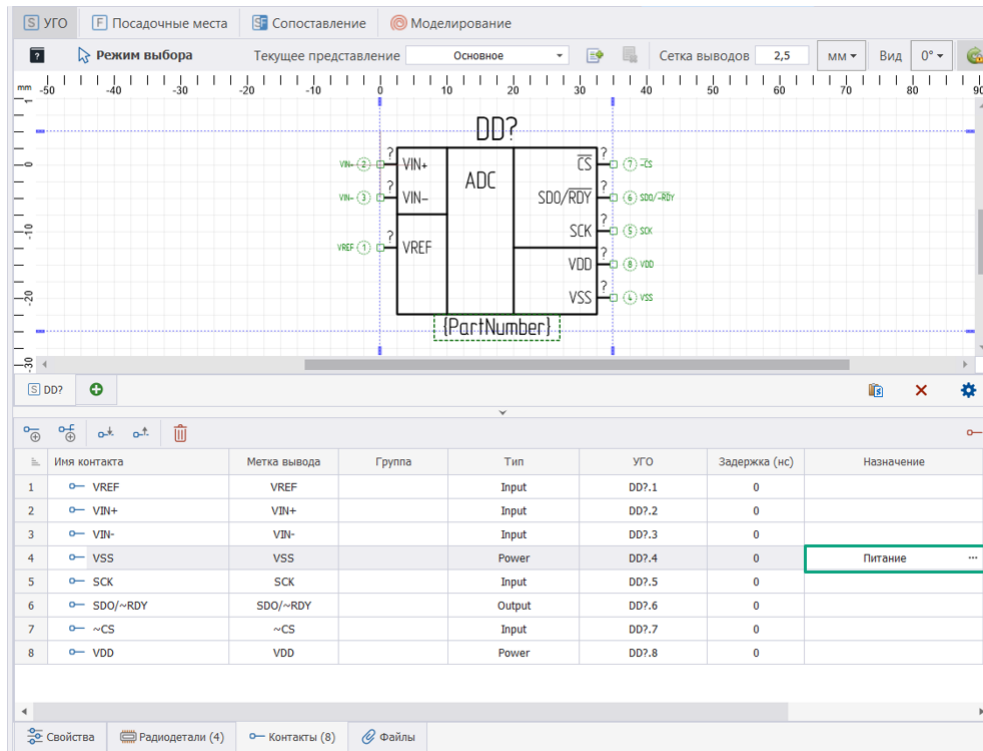

Рис. 257 Отображение заданного назначения
4. Назначение отобразится в соответствующем поле, см. Рис. 257.